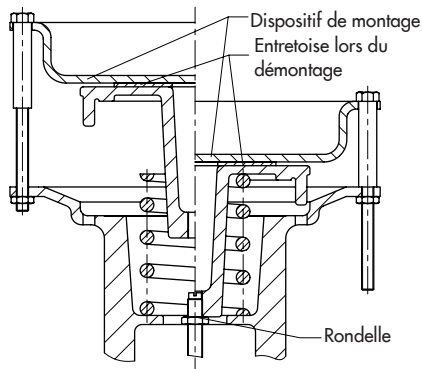

Fig. 9-2 : Dispositif de montage DN 15 à 80
3. **Exécution DN 15 à 80/NPS ½ à 3 :** utiliser le dispositif de montage, voir Fig. 9-2 et chap. « Couples de serrage, lubrifiants et outillage » en annexe. Le dispositif de montage est nécessaire pour monter et démonter le ressort (5.5) précontraint à l'intérieur du servomoteur.
2. Placer l'entretoise (env. 5 mm d'épaisseur) sur l'assiette de ressort, voir Fig. 9-2. Mettre en place le dispositif de montage et le fixer à l'aide de trois vis de serrage et écrous. Tourner les écrous de façon à précontraindre de façon homogène l'assiette de ressort (5.6). Cela permet de détacher le clapet (3) du siège.